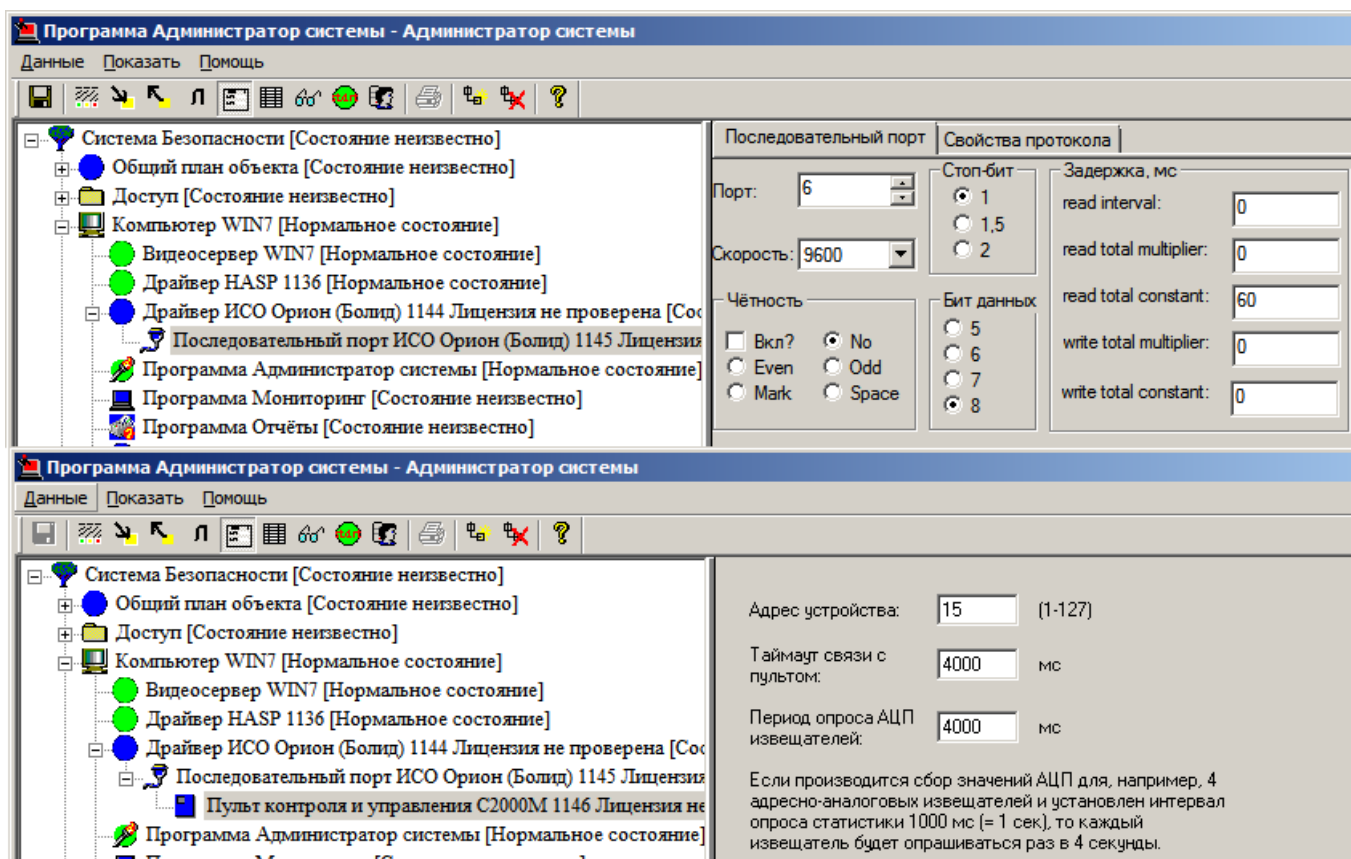

Рисунок 2 – Настройки дочерних элементов
4. К элементу **Драйвер ИСО Орион (Болид)** добавьте тем же способом элемент **Последовательный порт ИСО Орион (Болид)**, к **Последовательному порту... — Пульт контроля и управления С2000М**. В окне частных свойств добавленных элементов (вызывается нажатием на кнопку **Частные свойства** ) укажите требуемые параметры: номер СОМ-порта, адрес Пульта и т.п. После ввода данных для каждого элемента нажмите на кнопку **Сохранить**  на панели инструментов для сохранения изменений (рисунок 2). Дополнительную информацию см. в разделах Добавление и настройка элемента Последовательный порт и Пульт контроля и управления С2000М.